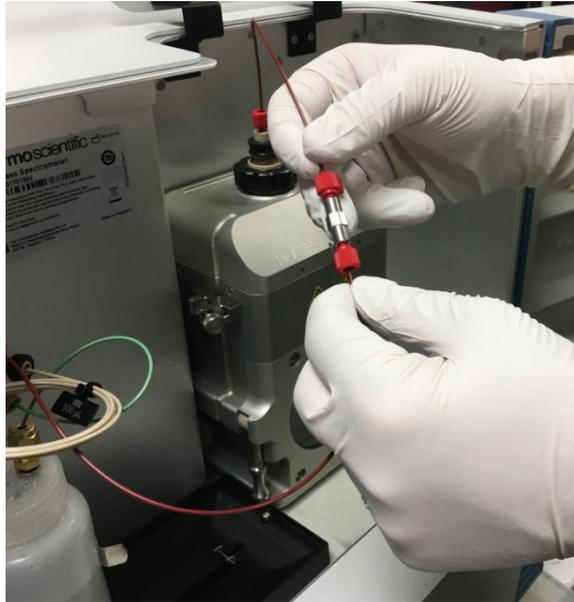

Abbildung 44: Trennen des PEEK-Kapillaranschlusses der Quelle an der Erdungsverbindung
- 3) Entfernen Sie den PEEK-Kapillarfitting-Anschluss an der Erdungsverbindung (siehe Abbildung 44).
- 8) Entfernen Sie die PEEK-Kapillaren und das Quellengehäuse (siehe *Abbildung 44* und *Abbildung 45*).